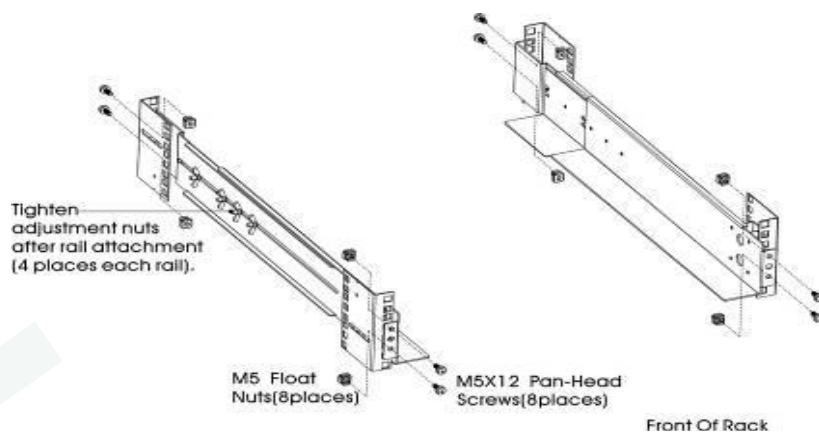

Рис. 2-2
- Выберите в стойке подходящее место для установки ИБП (см. рис. 2-2). Рельсовые направляющие крепятся в четырёх местах на передней и задней частях стойки.